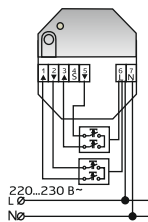

Рисунок 4 – Подключение двухклавишных выключателей
В режиме ГРУППОВОЙ пульт осуществляет управление двумя группами исполнительных устройств. Управление осуществляется обычно двухклавишными выключателями (см. рисунок 4).
5.2.1. Подключить выключатель к контактам группы, код которой нужно запрограммировать (если нужно запрограммировать обе группы, то подключить 2 выключателя – см. рисунок 4);